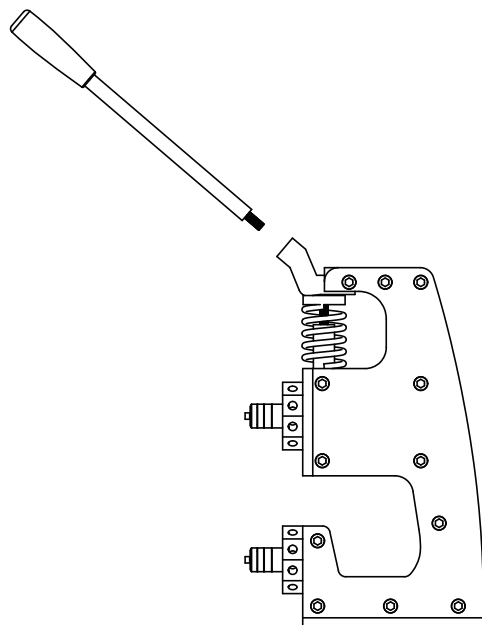

図1
- 1、図1のように、加圧ハンドル(E)を加圧ハンドル取付部(B)にねじ込み、しっかりと締め付けて固定します。